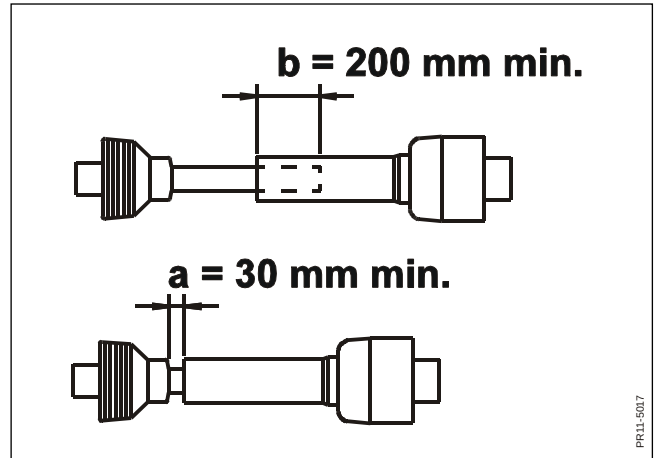

Fig. 2-8
**Fig. 2-8** Tilpas KO-akslens længde så den i arbejdsstilling har mindst 200 mm overlap på profilrørene, ikke i nogen stilling er nærmere blok end 30 mm, og i længst udtrukket stilling har mindst 100 mm overlapning.